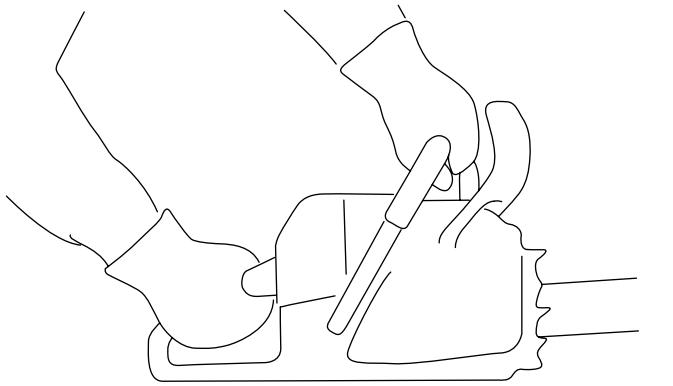

Figura 11
1. Agarre la motosierra con las dos manos, con la mano izquierda en la empuñadura delantera y la mano derecha en la empuñadura trasera, como se muestra en **Figura 11**.
1. Sujete la motosierra como se muestra en la **Figura 11**.
- 3. Sujete la motosierra como se muestra en la Figura 11.
1. Sujete la motosierra como se muestra en la Figura 11.